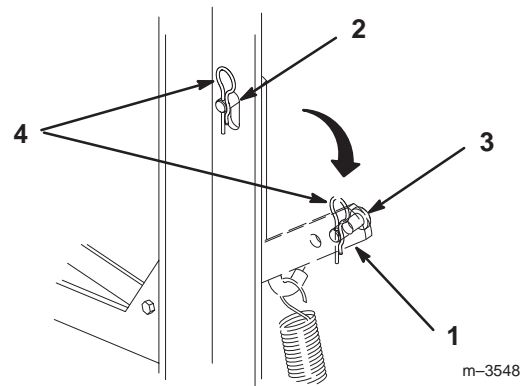

Bild 39
3. Schieben Sie den unter Federdruck stehenden Spannarm hinter dem Ventilator an der linken Seite der Maschine nach oben, um den Druck auf den Lastösenbolzen zu entspannen (Bild 39).
4. Entfernen Sie den Splint und Lastösenbolzen aus dem Schlitz im Rahmen und lassen Sie die Spannscheibe nach unten ab, um den Riemen zu spannen (Bild 39).
5. Bringen Sie den Splint und Lastösenbolzen zum Einlagern in dem äußeren Loch am Spanscheibenarm an (Bild 39).